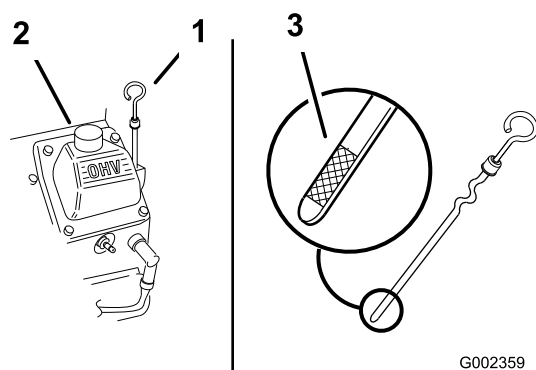

図 46
4. 給油口からゴミが入ってエンジンを傷つけないように、ディップスティック 図 46 の周囲をウェスできれいに拭く。
5. ディップスティック 図 46 を回して抜き取り、付いているオイルをウェスで拭きとる。
6. ディップスティックを根元まで確実に差し込む 図 46。
7. 補給管 図 46 から、必要量の 80% 程度のオイルをゆっくり入れる。